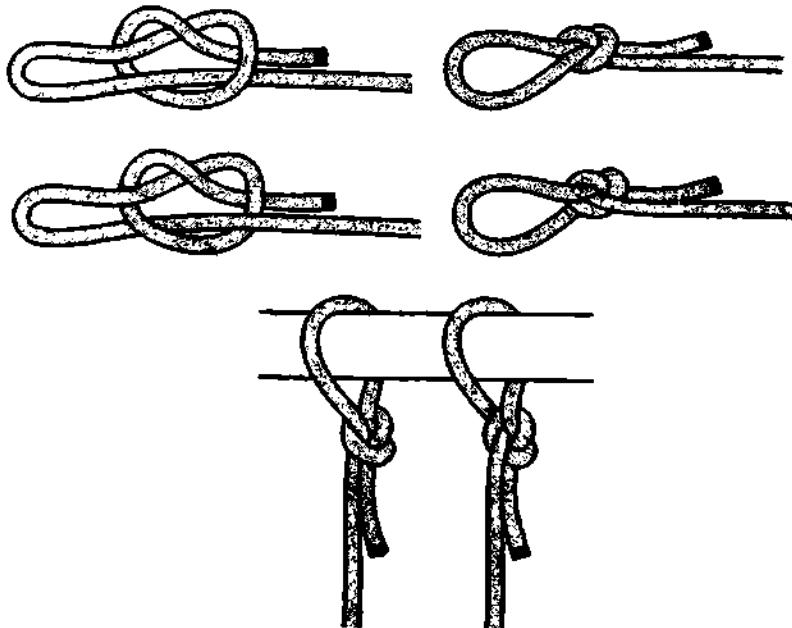

Рис.355. *Скользящий простой узел*.
*Скользящий простой узел* – это самая простая затягивающаяся петля (рис. 355). Её можно завязать одним движением руки. *Скользящий простой узел* очень распространённый и часто используемый в повседневной жизни узел. Это одновременно и затягивающаяся петля и узел для крепления верёвки к опоре. Затягивающаяся петля может быть завязана и на конце и на середине верёвки.